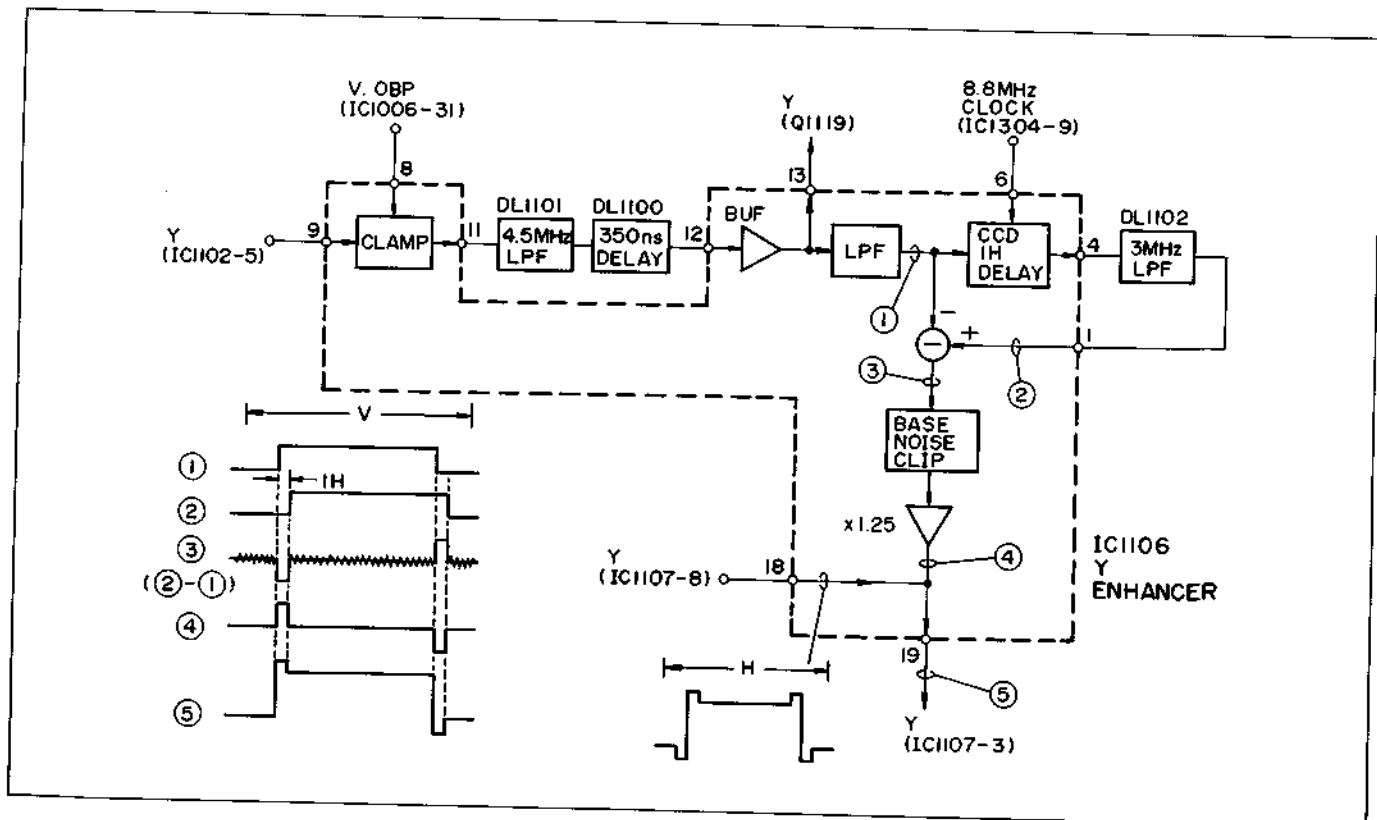

Abb. 2-12 Luminanzsignal-Anreicherung
2.3 Luminanzsignal-Anreicherungs Schaltkreis (Abb. 2.12)